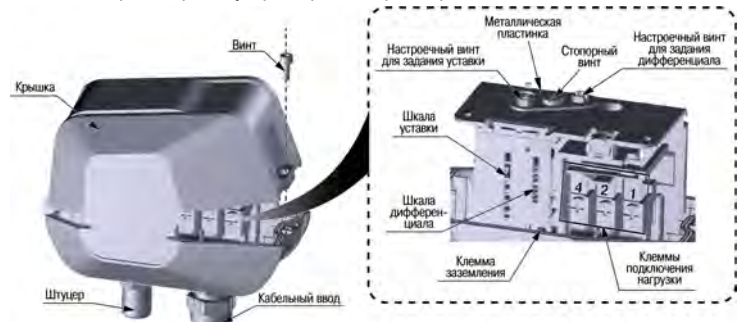

Рисунок 4.2 – Устройство прибора
6. Настроить уставку и дифференциал. Для этого следует (см. рисунок 4.2):